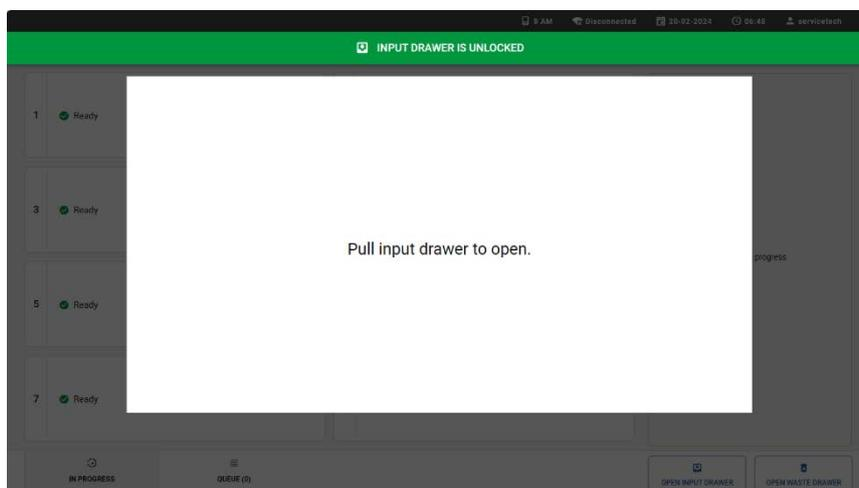

Figura 13. Finestra di dialogo di apertura del cassetto di alimentazione.
- Quando richiesto, tirare il cassetto di alimentazione per farlo aprire (Figura 13). A seconda dello stato dello strumento, lo sblocco del cassetto può richiedere un certo tempo. Se non si esegue alcuna operazione, il cassetto di alimentazione si blocca automaticamente.